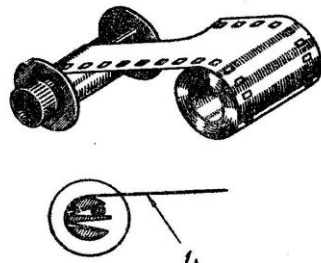

Рис. 6.
2. Обрежьте конец фотопленки по форме, показанной на рис. 6.
3. Пропустите конец фотопленки в одну из щелей катушки с широкой стороны (рис. 6). Вышедший из противоположной (узкой) стороны щели конец фотопленки загните и пропустите во вторую щель с узкой стороны. Затем конец пленки трижды перегибайте и натяните так, чтобы конец ее заклинился в щели.